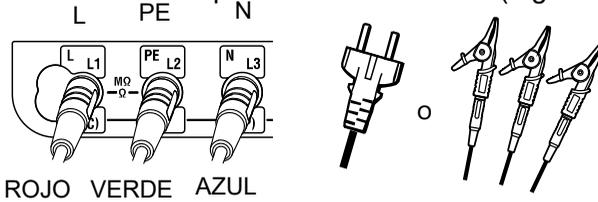
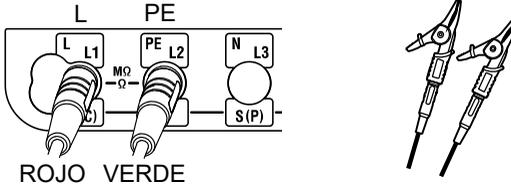

Fig. 10-17 Para L-PE 3-cables de prueba
Fig. 10-18 Para L-PE 2-cables de prueba
(2) Conecte los cables de prueba al instrumento. (Fig. 10-17 o Fig. 10-18)